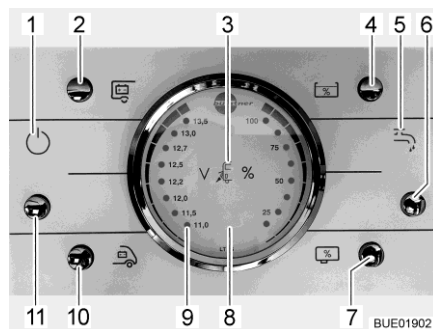

Fig. 184 Pannello di controllo LT 96
Il tasto (Fig. 184,11) inserisce o disinserisce il pannello di controllo e l'alimentazione a 12 V del vano abitabile.
Accensione: ■ Premere il tasto (Fig. 184,11): L'alimentazione a 12 V dell'abitacolo è inserita. La spia di controllo (Fig. 184,1) si accende.
Spegnimento: ■ Premere il tasto (Fig. 184,11): L'alimentazione a 12 V dell'abitacolo è disinserita. La spia di controllo (Fig. 184,1) si spegne.
Per l'indicatore volt/serbatoio (Fig. 184,8) leggere la scala sinistra. L'indicatore si illumina automaticamente appena viene premuto un tasto.
- Premere il tasto (Fig. 184,10): Viene indicata la tensione della batteria di avviamento.
- Premere il tasto (Fig. 184,2): Viene indicata la tensione della batteria dell'abitacolo.
Per l'indicatore volt/serbatoio (Fig. 184,8) leggere la scala destra. L'indicatore si illumina automaticamente appena viene premuto un tasto.
- Premere il tasto (Fig. 184,4): Viene indicato il livello del serbatoio dell'acqua.
- Premere il tasto (Fig. 184,7): Viene indicato il livello del serbatoio delle acque grigie.
- Accensione: ■ Premere il tasto (Fig. 184,6): L'alimentazione idrica è accesa. La spia di controllo della pompa dell'acqua (Fig. 184,5) si accende.
- Spegnimento: ■ Premere il tasto (Fig. 184,6): L'alimentazione idrica è spenta. La spia di controllo della pompa dell'acqua (Fig. 184,5) si spegne.
La spia luminosa rossa "ALARM" (Fig. 184,9) inizia a lampeggiare non appena la tensione della batteria dell'abitacolo scende al di sotto di 11 V (misurazione durante il normale esercizio) con conseguente rischio che la batteria si scarichi troppo.
La spia di controllo a 12 V (Fig. 184,1) si accende non appena viene inserito il tasto principale dei 12 V (Fig. 184,11).
La spia di controllo a 230 V (Fig. 184,3) si accende quando all'ingresso della centralina elettrica è presente una tensione di rete.